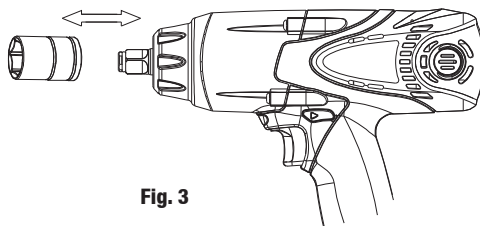

Fig. 3
1. Insérer la douille sur le porte-outil (voir Fig. 3).
1. Tirer directement sur la douille pour l'enlever du porte-outil. (voir Fig. 3)